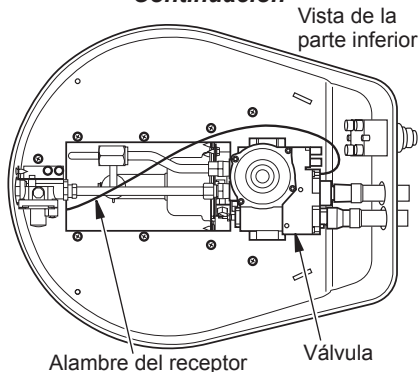

Figura 7. Conexión del alambre del receptor
4. Coloque el calentador sobre su lado. Inserte el conector del alambre en la válvula en la ubicación mostrada en la figura 7, página 9. Introduzca alambre adicional desde el receptor en la base del calentador. Vuelva a colocar el calentador en una posición vertical.